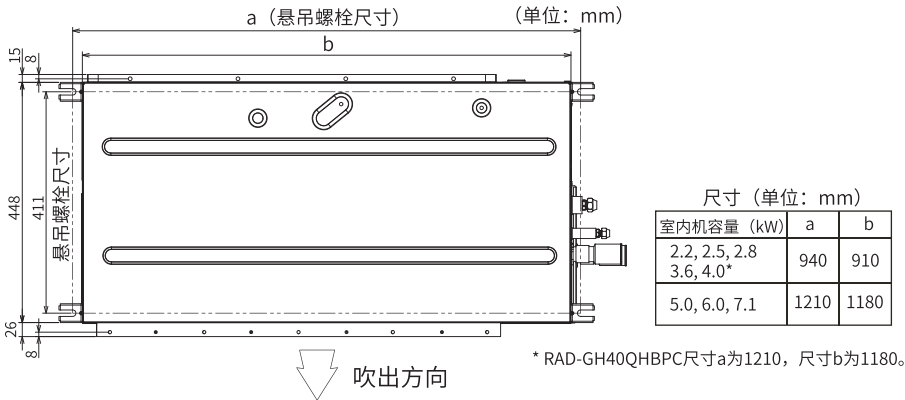

图3 悬吊螺栓
- (1) 标示悬吊螺栓位置、制冷剂管位置和排水管位置。
- (2) 安装尺寸如图3所示。